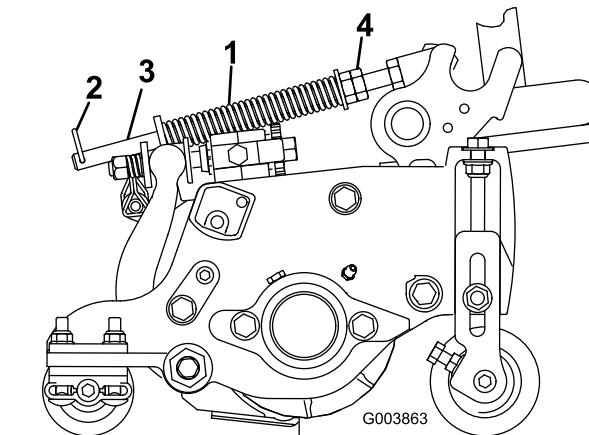

図 12
ターフ補正スプリング（図 12）は、前ローラから後ローラへと、カッティングユニットの体重移動を行います。（これによりユニットを安定させ、いわゆる「波打ったような」仕上がり（ボビングとかマーセリングといわれる現象）を防いでいます。
1. ヘアピン・コッターがスプリング・ロッドの後の穴に差し込まれていることを必ず確認してください（図 12）。
2. スプリング・ロッド前部についている六角ナットを締めてスプリングを縮め、スプリングの長さを、リールマスター 5210 と 5410 の 5 インチ・カッティングユニットでは 12.7 cm、5510 と 5610 の 7 インチ・カッティングユニットでは 15.9 cm に調整する（図 12）。